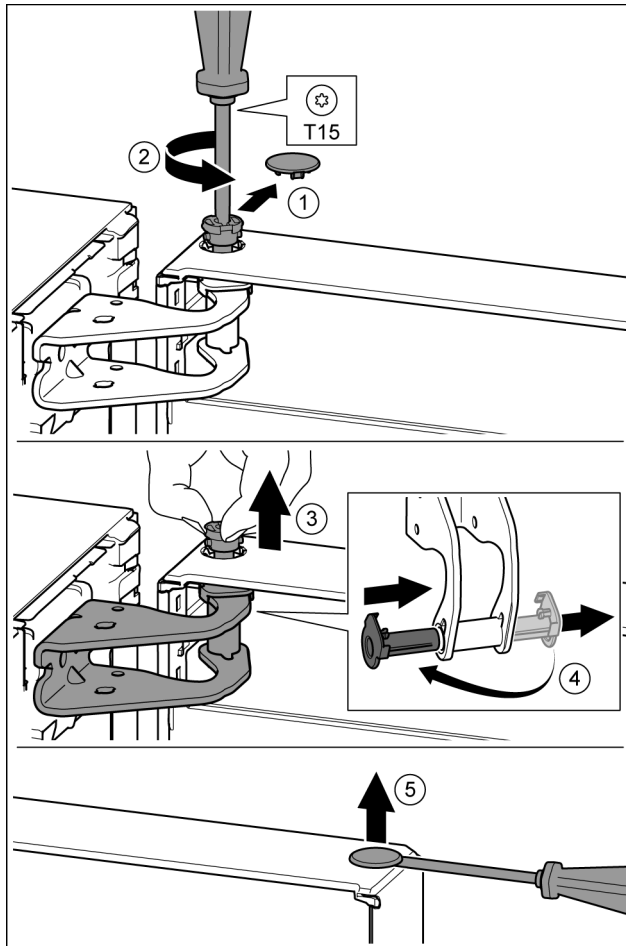

Fig. 22
- ▶ Retire la cubierta del seguro con cuidado. Fig. 22 (1)
- ▶ Desenrosque un poco el perno con el destornillador T15. Fig. 22 (2)
- ▶ Sujete la puerta y extraiga el perno con los dedos. Fig. 22 (3)
- ▶ Extraiga el casquillo de cojinete de la guía. Introdúzcalo y encájelo por el otro lado. Fig. 22 (4)
- ▶ Levante cuidadosamente el tapón del casquillo de cojinete de la puerta con un destornillador para tornillos de cabeza ranurada y extráigalo. Fig. 22 (5)